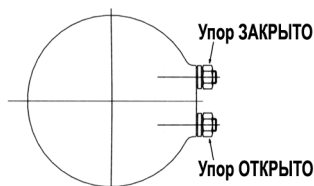

Рис.3 Вид на электропривод сверху
4.1. Настройка механических упоров (Рис. 3)